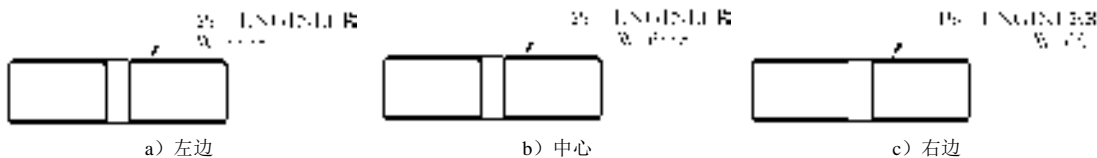

图 9.2.4 水平对齐方式
- ☑ **水平**：调节注解文本水平方向的对齐方式，分为左边、中心和右边三种方式。设置水平对齐方式的效果如图 9.2.4 所示。